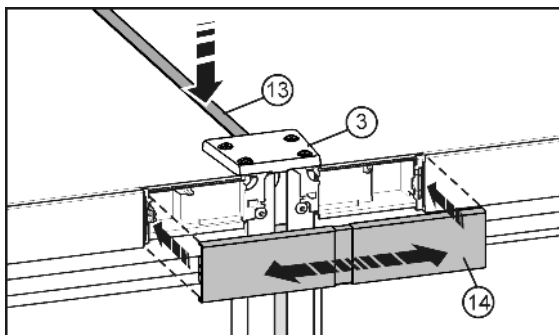

Fig. 10
- ▶ Na horní straně zatlačte krátkou lištu Fig. 10 (13) do spáry. Lišta musí končit zároveň s přední hranou spojovací desky Fig. 10 (3).
- ▶ Zatlačte kryt Fig. 10 (14) do západek ještě otevřeného prostoru mezi oběma ovládacími panely. Dbejte na to, aby vnější strany krytu lícovaly s krytkami ovládacích panelů. Kryt lze pro tento účel vytáhnout.